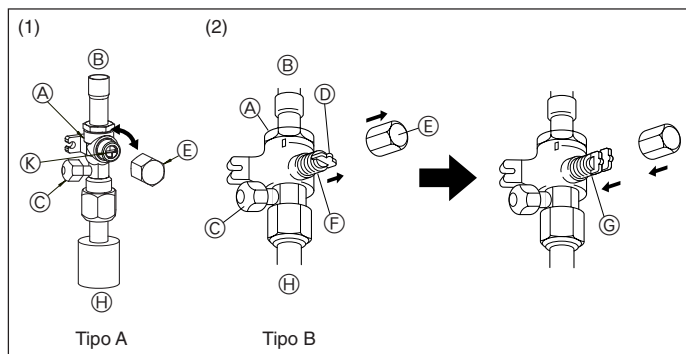

Fig. 5-7
(1) Tipo A (Fig. 5-7)
(2) Tipo B (Fig. 5-7)